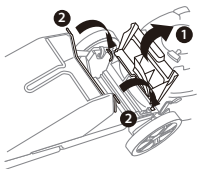

Fig.9
2. Soulevez le couvercle d'éjection arrière (1, Fig 9)
3. Fixez le bac de ramassage d'herbe en insérant les crochets de son châssis dans les fentes à l'arrière de la tondeuse (2, Fig.9).